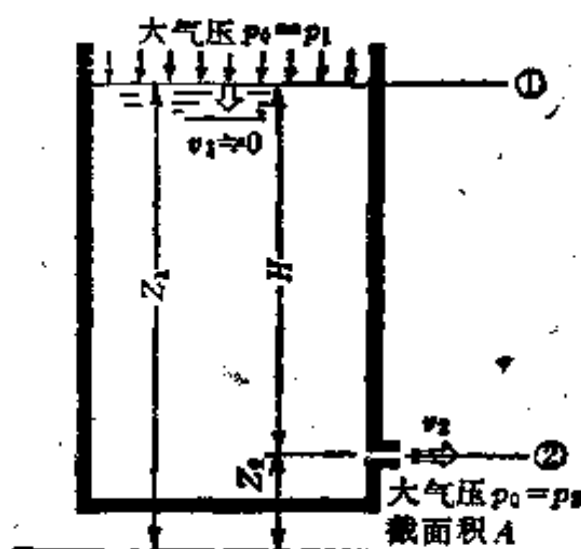

图5.8 托里拆里定理
【解说】 如图5.8所示, 在大水槽下面开个孔向外喷水, 这个状态可应用伯努利定理, 当②向外流水时, 水面①几乎是不下降所以 $v_1 \approx 0$, p_1 、 p_2 为 ①、②处的大气压并且相等 $p_1 = p_2$, $Z_1 - Z_2 = H$.
【例题】 如图5.8所示, 在水槽下面 5m 处开一圆孔, 其直径为 4cm, 求该孔出口流速和流量。